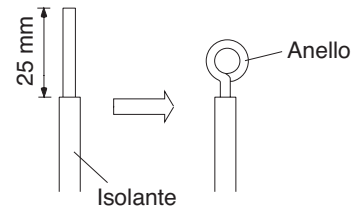

Fig. 27
- Tagliare il filo con dei tronchesi e denudarlo esponendo il filo per circa 25 mm. (Fig. 27)